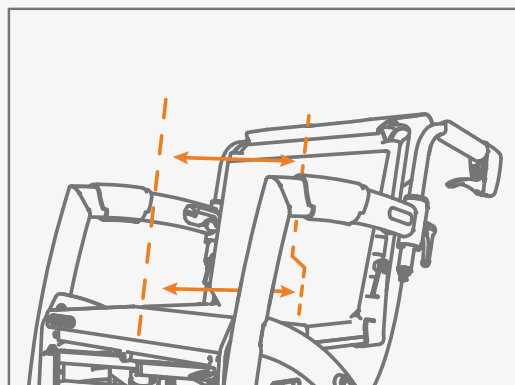

Figure 46: Baisse des deux bandes du dessous plus souples.
- d.** Dans la plupart des cas, les bandes du dessous devront être réglées plus souples que les deux bandes du dessus **(Figure 46)**. Fixez le velcro de sorte que le bassin de l'utilisateur soit correctement redressé et que le dossier soutienne bien le dos.